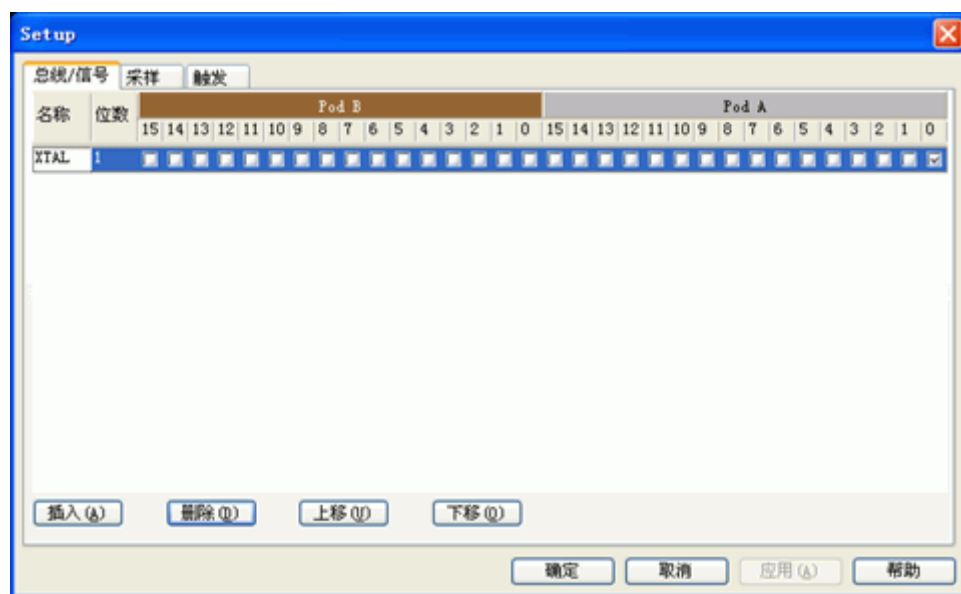

图 4.4 命名 XTAL
• **步骤 2:**点击菜单中的【设置】->【总线/信号】，把默认的 MyBus0 删除，把 Mybus1 重新命名为 XTAL，如图 4.4 所示。